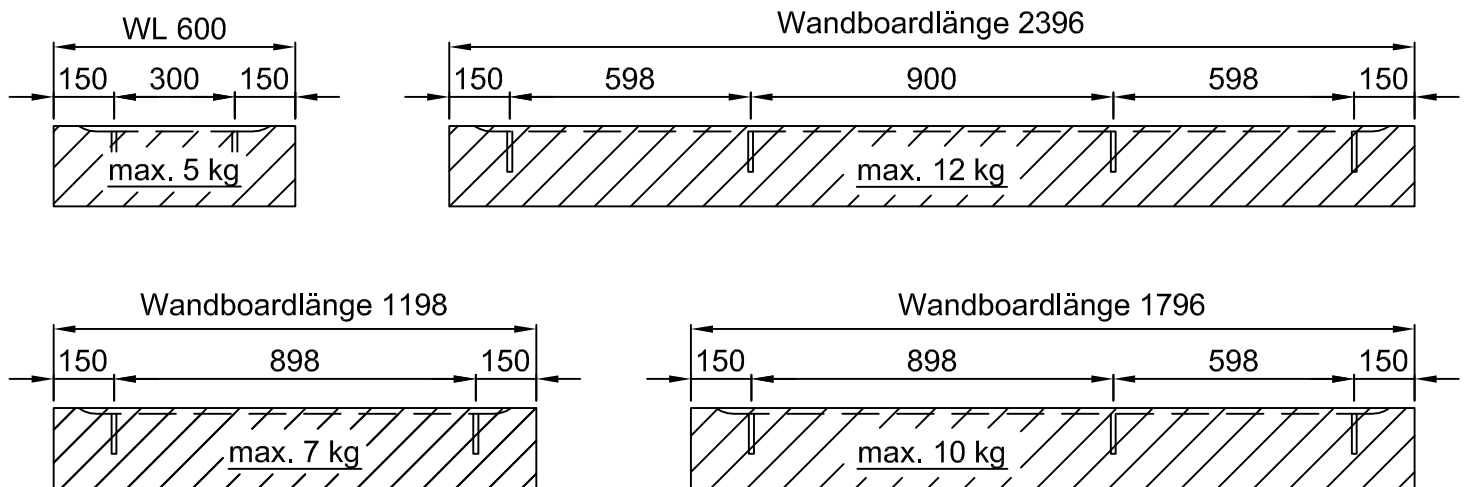

Abb. 1
3. Bohrmaße für Tablarträger laut Übersicht an die Zimmerwand übertragen (Maßangaben bezogen auf Mitte Beschlag!). Pro Beschlag 2 mal Ø8-mm-Löcher in Abstand von 54 mm in das Mauerwerk bohren und Nyldübel Ø8x40 mm (Teil-Nr. 50801 aus Beschlagkarton) einsetzen. Tablarträger (Teil-Nr. 50417) mit 2x Schraube Ø5,5x50 mm (Teil-Nr. 51201) anschrauben. Achtung: Die geschlossene Seite des Tablarträgers muss nach oben zeigen (Abb. 1)!